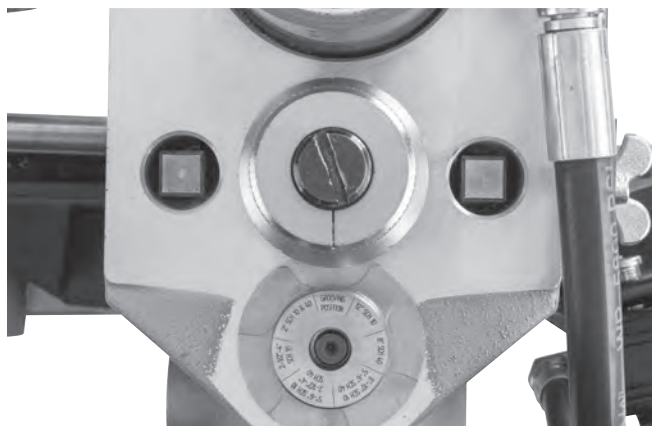

Figure 14B – Jauge en position de rainurage
tion de rainurage (*Figure 14B*). Si la jauge n'est pas en position de rainurage, elle empêchera le rainurage et risque d'être endommagée.
2. Assurez-vous que la jauge de profondeur de rainure se trouve en position de rainurage (*Figure 14B*).